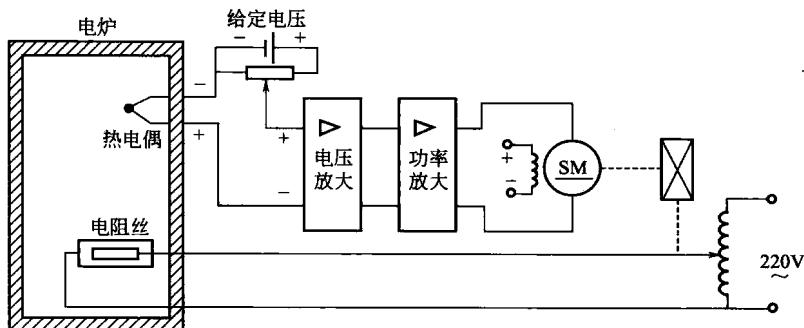

图 1-11 炉温自动控制系统的原理图
6. 图 1-11 为炉温自动控制系统的原理图。分析系统的工作原理，指出被控对象、被控量和给定量，画出系统方框图。